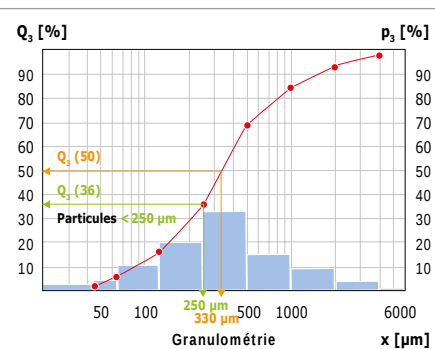

Fig. 6: Courbe de distribution cumulée avec des pourcentages exemplaires
La courbe cumulée de la figure 6 peut être interprétée comme suit : le taux correspondant à la taille de particule de 250 μm sur l'axe y est de 36 %. Cela signifie que la taille des particules est inférieure à 250 μm dans 36 % de l'échantillon. Pour déterminer la médiane Q₃ (50) de la distribution, la taille de particule correspondante (330 μm) peut être lue sur l'axe x, ce qui veut dire que les particules sont inférieures ou égales à 330 μm dans 50 % de l'échantillon. La même méthode est appliquée pour déterminer les résultats pour différentes valeurs x(Q₃) et Q₃(x) de l'échantillon.